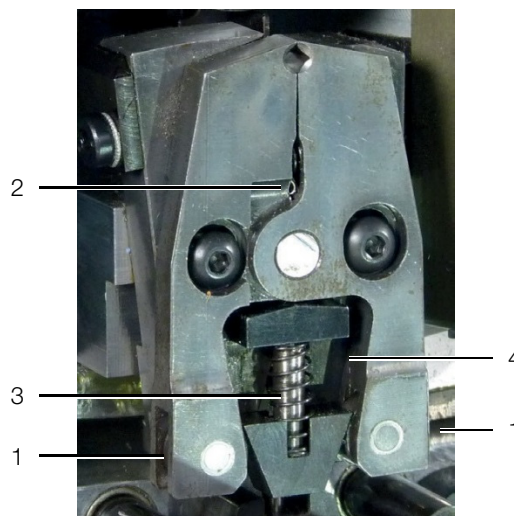

Fig. 21: Utensile di crimpatura
- Verificare che i rulli (fig. 21, pos. 1) in corrispondenza dell'utensile di crimpatura siano in grado di muoversi liberamente.
- Verificare che i rulli (fig. 21, pos. 2) in corrispondenza delle tenaglie di bloccaggio dei puntalini siano in grado di muoversi liberamente.
- Lubrificare il perno di guida (fig. 21, pos. 3) dell'unità di fissaggio dei trefoli.
- Lubrificare le superfici di scorrimento laterali (fig. 21, pos. 4) dell'unità di fissaggio dei trefoli.